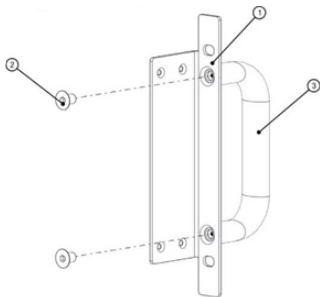

Рисунок 20 – Сборка передних ручек
- используя шестигранный ключ s4, двумя винтами М6×10 с потайной головкой (2) соедините ручку (3) с кронштейном (1). Соберите 2 комплекта (рисунок 20);